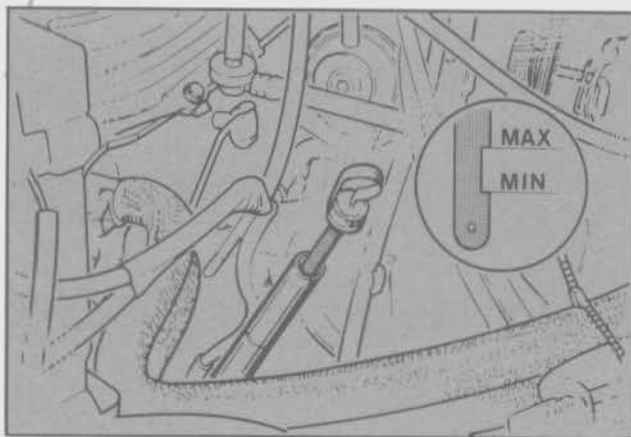

Fig. 36 - Varilla indicadora de nivel
- Efectuar el control de nivel, observando las instrucciones detalladas en el punto 3.1. de este Capítulo (Fig. 36).